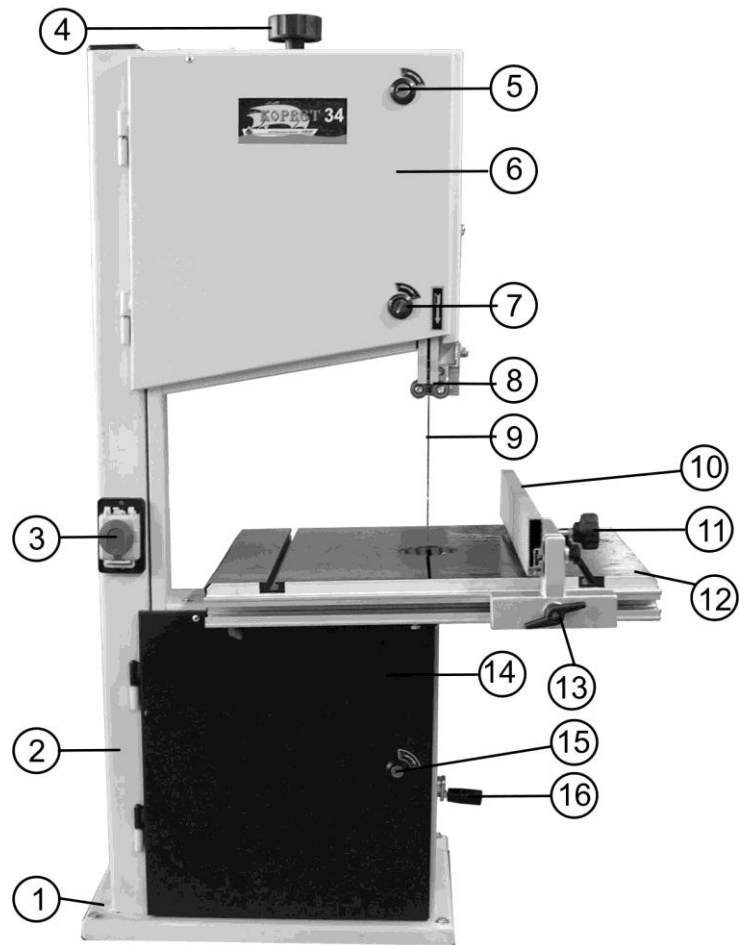

Рис.2
- Переносите пилу при помощи подъемных механизмов и приспособлений, учитывая массу пилы (см. Табл. 1) и только за основание (1), Рис. 2.
9.1.2. При установке пилы на верстаке (для обеспечения устойчивости) пила должна быть надежно прикреплена к верстаку через специальные отверстия в нижней части основания (1), Рис. 2. Для этой цели необходимо установить болтовые соединения. Обязательно используйте при креплении плоскую и пружинную шайбы на каждый болт (не комплектуется).
12.1.1. Перед включением убедитесь в том, что патрубок пылесборника (21), Рис. 2, 3, вашей пилы подсоединён к устройству для сбора стружки и древесной пыли (см. п. 17.2.).
12.1.2. Поместите заготовку на рабочий стол (12). Проверьте плавность движения и равномерность прилегания заготовки к подвижному упору (10) и рабочему столу (12) (Рис. 2).
12.3.4. Подачу заготовки осуществляйте двумя руками, не допуская опасной близости их к движущейся пильной ленте (9), с равномерной скоростью, без толчков, постоянно контролируя прижим заготовки как к рабочему столу (12), так и к подвижному упору (10). Продольное усилие подачи не должно перегружать пилу, не должно смещать пильную ленту (9) от траектории движения. Любая остановка заготовки может образовать неровность или ступень на срезе заготовки, Рис. 2.
12.3.6. При выполнении прямолинейных продольных или поперечных пилений заготовка обязательно должна плотно лежать на рабочем столе (12) и, кроме того, опираться на подвижный упор (10). Позиция подвижного упора (10) определяется заданным размером детали, и подвижный упор (10) должен быть точно выставлен и жестко зафиксирован, Рис. 2.
10.3. Установка маховика натяжения пильной ленты (Рис. 2)
10.3.1. Установите маховик натяжения пильной ленты (4), входящий в комплектность пилы (Рис. 1), как показано на Рис. 2.
10.4. Установка ручки маховика натяжения ремня (Рис. 2)
10.4.1. Ручку (Ж) Рис. 1, установите в маховик натяжения ремня (16), как показано на Рис. 2.
11.1.1. В связи с выполнением ряда работ возникает периодическая необходимость установки рабочего стола (12) под прямым углом к пильной ленте (9) Рис. 2. На данной пиле предусмотрено такое фиксированное положение.
11.3.3. Поверните маховики замков (5, 7, 15) против часовой стрелки, откройте верхний и нижний кожухи (6 и 14), Рис. 2.